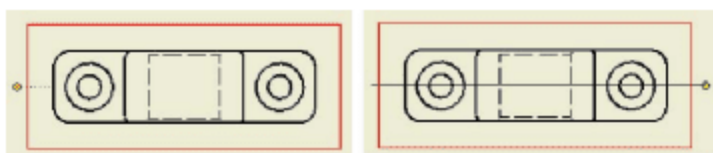

图5-14 绘制剖切线
- 3) 在父视图的剖切位置上绘制剖切路径线。选择剖切位置以画线的方式单击放置剖切路径线的起点和终点, 如图5-14所示。得到终点后单击鼠标右键, 在右键快捷菜单中选择“继续”。